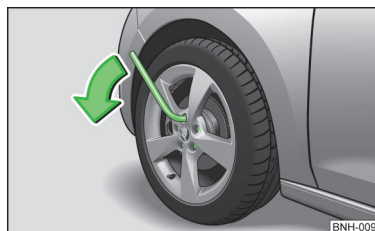

Fig. 148
- Prindeți cu mâna capătul cheii și rotiți șurubul aproximativ o rotație în sensul săgeții » fig. 148.
- Prindeți cheia de capăt și rotiți șurubul în sens opus săgeții » fig. 148, până când se strânge ferm.